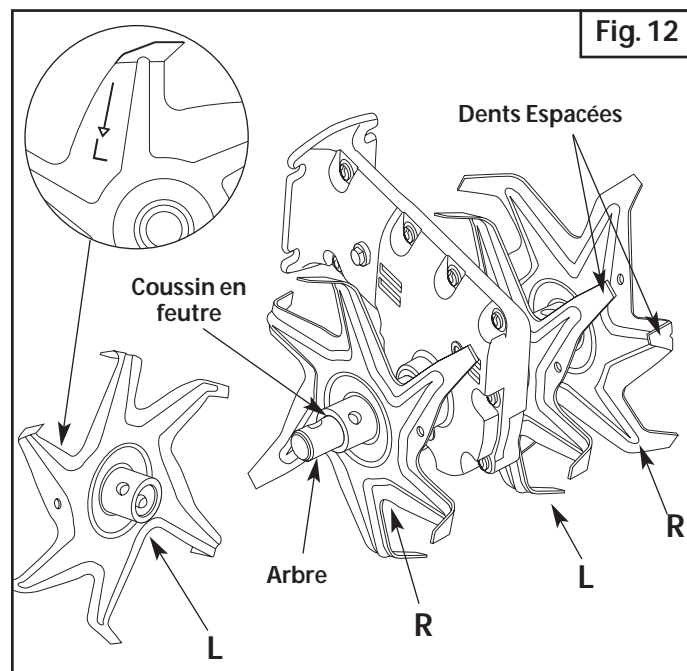

Fig. 12
7. Avant de réinstaller les vis à oeillets et les goupilles beta, assurez-vous que les pointes sur les dents soient bien espacées les unes des autres (Fig. 12).